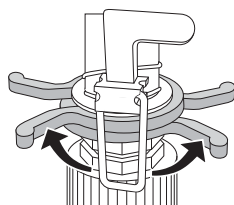

Fig. 6
- ♦ For at øge vandstrålens spredning skal du forhøje afstanden mellem de to begrænsnings-klips ❹ (se fig. 6).